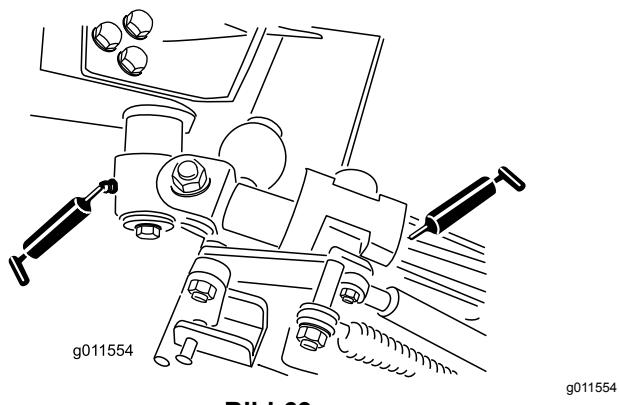

Bild 69
- Kipphebel-Drehbüchsen (2) (Bild 69)
- Hintere Armbüchsen (4) (Bild 69)